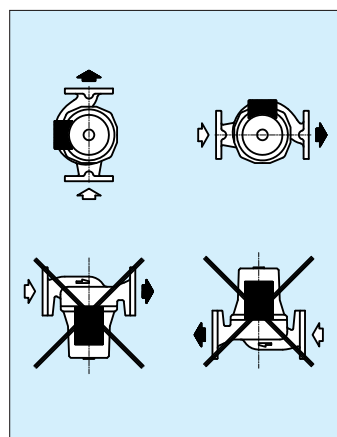

Рис. 4: Установка насоса
- Насос должен быть установлен таким образом, чтобы вал двигателя сохранял горизонтальное положение вне зависимости от положения корпуса насоса (рис. 4)